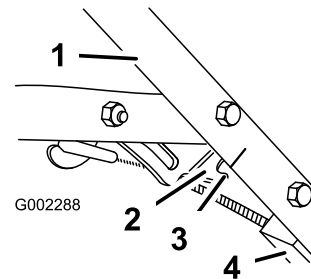

Figura 27
4. Afloje la tuerca del soporte del cable (Figura 27).